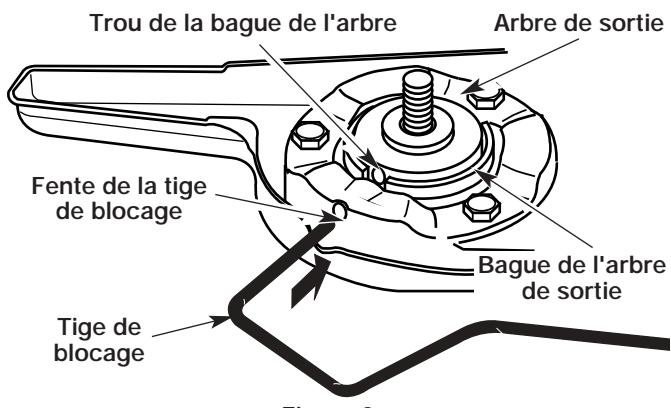
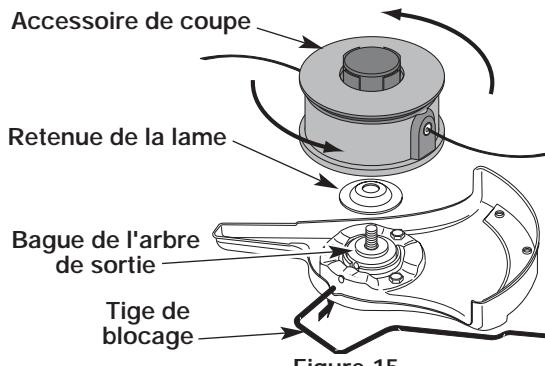

Figure 8
Figure 15
1. Alignez le trou de la bague de l'arbre avec la fente de la tige de blocage, puis insérez la tige dans le trou de la bague (Fig. 8).
- Alinez le trou de la bague de l'arbre avec la fente de la tige de blocage, puis insérez la tige dans le trou (Fig. 8).
- Alinez le trou de la bague de l'arbre avec la fente de la tige de blocage, puis insérez la tige dans le trou. (Fig. 8). Placez la retenue de lame sur l'arbre de sortie, la partie plate reposant contre la bague de l'arbre tel qu'indiqué sur la Fig. 15. Vissez l'accessoire de coupe à gauche sur l'arbre. Vissez bien.